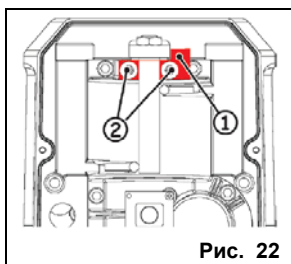

Рис. 22
- Развернуть упорную планку на 180° и снова поставить на место (рис. 22, поз. 1).
- Снова затянуть два винта (рис. 22, поз. 2).